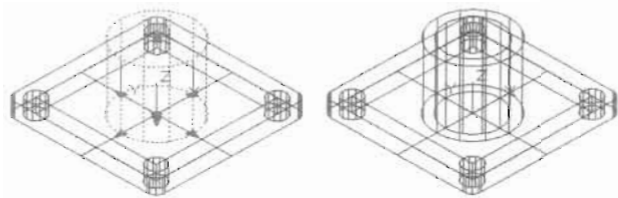

图 14-150
(8) 单击“建模”工具栏中的“圆柱体”按钮,以坐标原点为圆心绘制两个圆柱体,结果如图14-150所示,命令执行过程如下。